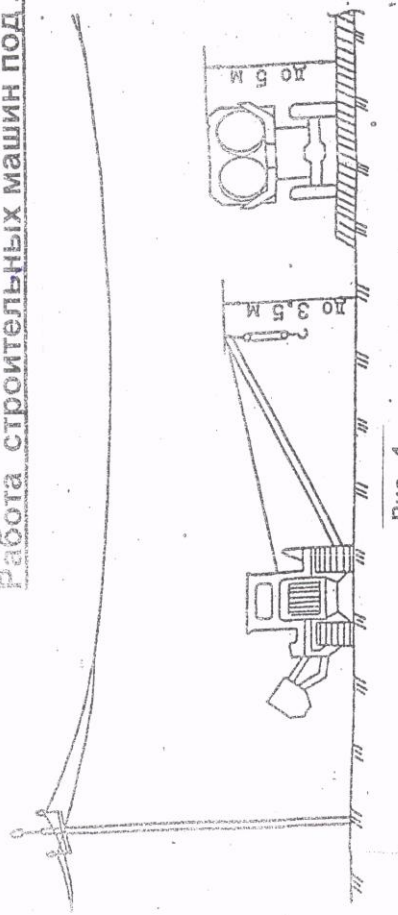

Рис. 1.
4. При проезде под линией электропередач, находящейся под напряжением, рабочие органы машины должны находиться в транспортном положении. Передвижение машин вне до рога под проводами линии электропередач, находящихся под напряжением, следует проводить в месте наименьшего провисания проводов (ближе к опоре), при этом необходимо соблюдать габариты механизмов по высоте. При передвижении и транспортировке строительных грузов и строительных машин по дорогам без покрытия высота верхних выступающих частей не должна превышать 3,5 метров. При транспортировке строительных грузов и строительных машин по дорогам с твёрдым покрытием высота верхней выступающей части не должна превышать 5-ти метров. Стоянка машин в охранной зоне ЛЭП допускается только по письменному разрешению организации, эксплуатирующей линию передач (рис.1).